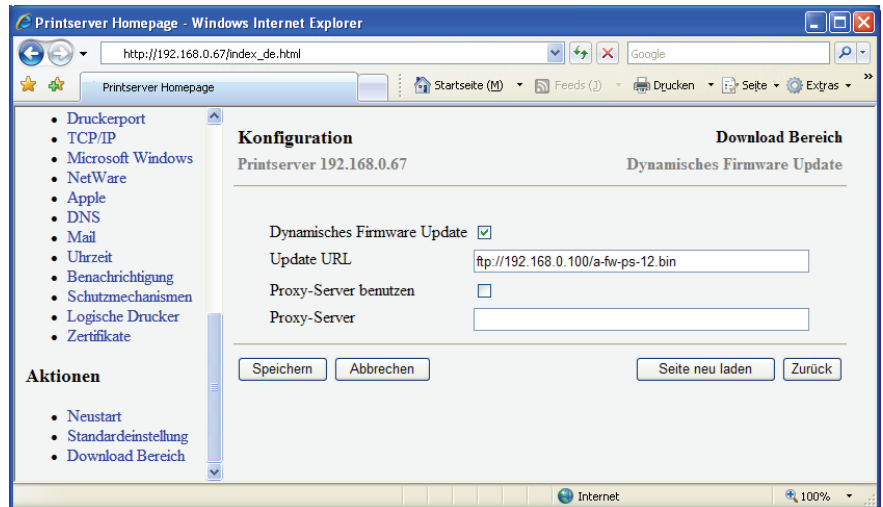

Abb. 24: PRINTSERVER Homepage - Dynamisches Update
3. *Wählen Sie im Menü **Aktionen** den Befehl **Firmware Update**. Der Dialog **Dynamisches Update** erscheint; siehe Abb. 24 ⇒  166.*